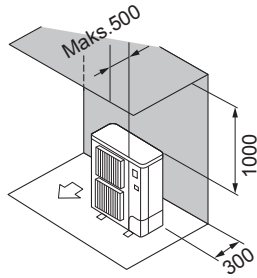

Fig. 2-4
- ② Yalnızca arkadaki ve üstteki engeller (Fig. 2-4)